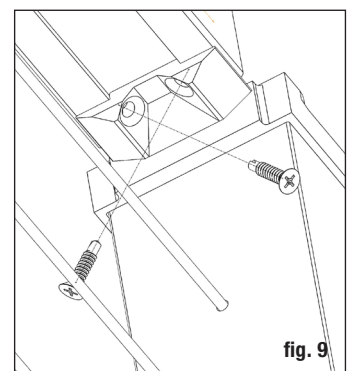

fig. 9
Étape 10 Positionnez le rail entre les poteaux. Vérifiez le niveau de bout en bout et verticalement. Fixez les supports au poteau à une extrémité. Pré-percer avec un foret de 7/64 po. Répétez pour l'autre extrémité. *Conseil: utilisez une mèche d'extension pour éviter d'endommager le rail avec le mandrin de perçage. Installez tous les rails avant d'installer le câble.* (fig. 9)